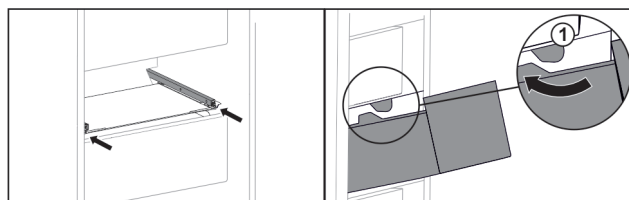

Fig. 160
- ▶ Poprowadzić szufladę wokół stoperów Fig. 160 (1).